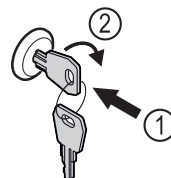

Fig. 160
- ▶ Dugja be a kulcsot Fig. 160 (1).
- ▶ Forgassa el a kulcsot 90°-kal az óramutató járásával megegyező irányba Fig. 160 (2).